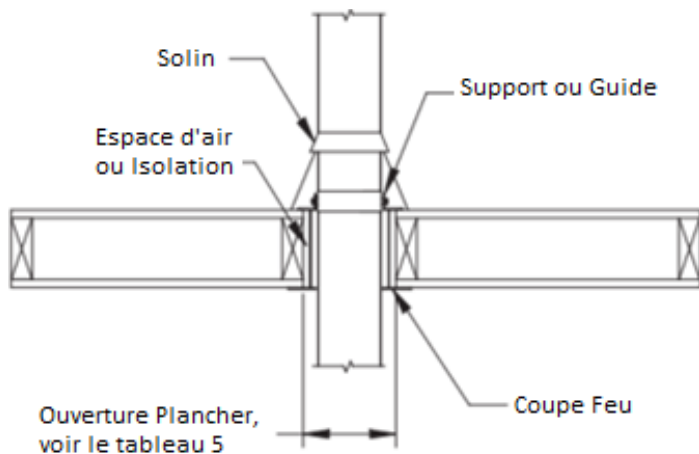

Figure 3 - Pénétration du toit
1. Une Coupe-Feu de toit (RT) ou une Coupe-Feu de toit isolée (RTI) pour climat froid doit être installée chaque fois que le conduit passe à travers un plancher ou un toit.
3. Installez la Coupe-Feu de toit. Vous pouvez couper le manchon de rayonnement s'il est trop long. Voir la figure 3.